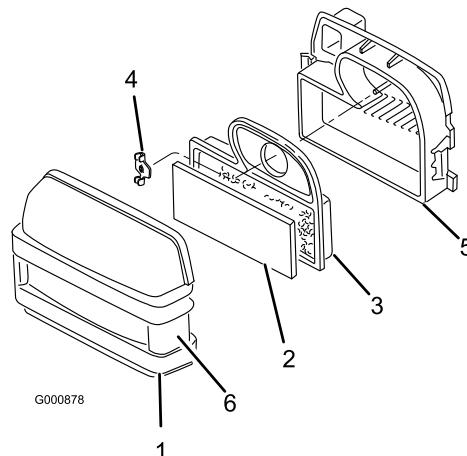

Bild 27
3. Reinigen Sie den Bereich um den Luftfilter herum, um zu verhindern, dass Schmutz in den Motor fällt und Schäden verursacht. Lösen Sie beide Seitenriegel und nehmen die Luftfilterabdeckung ab (Bild 27).
4. Schieben Sie den Schaumeinsatz vorsichtig vom Papiereinsatz herunter (Bild 27).
5. Schrauben Sie die Flügelmutter los und entfernen Sie den Papiereinsatz (Bild 27).
- Schieben Sie den Schaumeinsatz vorsichtig auf den Papiereinsatz (Bild 27).
- Schieben Sie die Luftfiltergruppe auf das Luftfilterunterteil und drehen die Flügelmutter auf (Bild 27).
- Bringen Sie die Luftfilterabdeckung an und schließen Sie die Riegel (Bild 27).